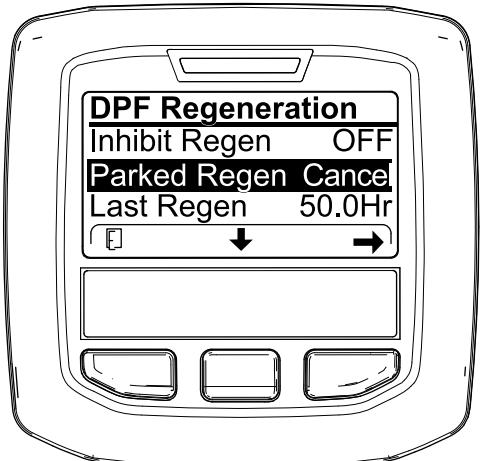

Рисунок 70
- Перейдите к меню регенерации DPF (Рисунок 70).
- Нажмите среднюю кнопку, чтобы перейти вниз к опции PARKED REGEN CANCEL (Отмена стационарной регенерации) (Рисунок 70) или к опции RECOVERY REGEN CANCEL (Отмена восстановительной регенерации) (Рисунок 71).
- Нажмите правую кнопку для выбора опции Regen Cancel (Отмена регенерации) (Рисунок 70 или Рисунок 71).